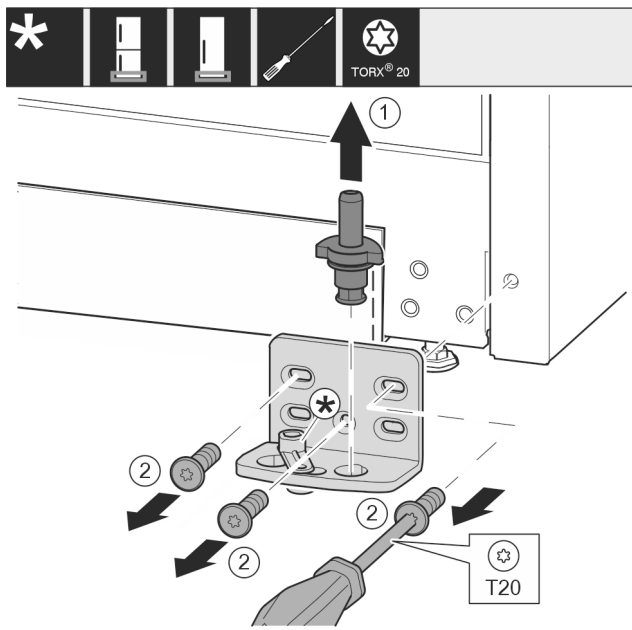

Fig. 11
- Trekk lagerboltene Fig. 11 (1) fullstendig ut oppover.
- Trekk ut skruene Fig. 11 (2) med en skrutrekker og fjern lagerblokken.